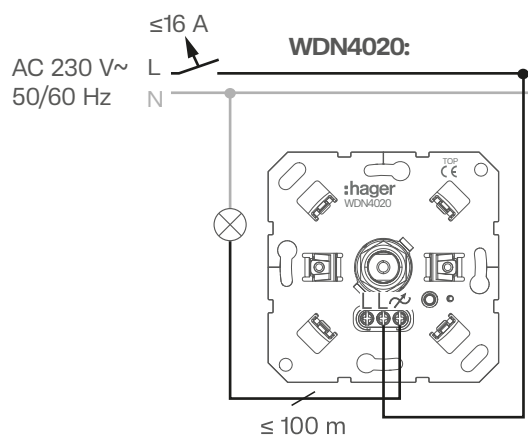

Fig. 4: Kopplingsschema
- 1 Anslut dimmern (7) enligt anslutningsschemat (Fig. 4).